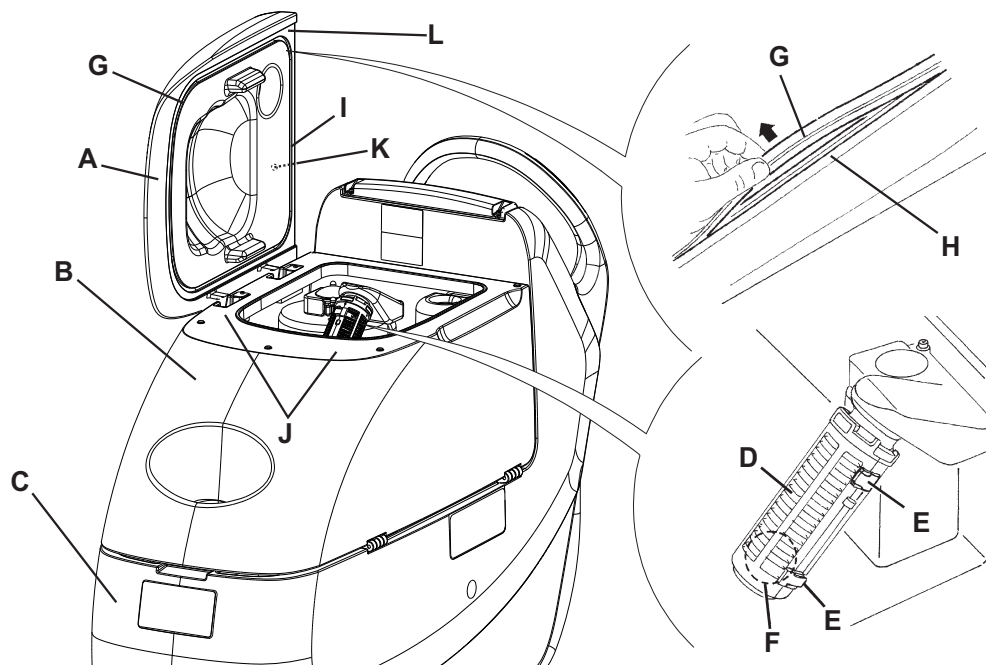

Figure 4
1. Débrancher le câble d'alimentation (3) du réseau électrique et l'enrouler autour du logement correspondant (4).
3. Ouvrir le couvercle (18) et le porter dans la position de lavage (L, Fig. 4).
4. Nettoyer et laver à l'eau propre le couvercle (A), les réservoirs (B et C) et la grille d'aspiration avec fermeture automatique à flotteur (D).
6. Si besoin est, dégager les dispositifs de retenue (E), ouvrir la grille (D), récupérer le flotteur (F) et nettoyer soigneusement ; enfin reposer en place.
7. Contrôler l'intégrité du joint d'étanchéité (G) du couvercle du réservoir.